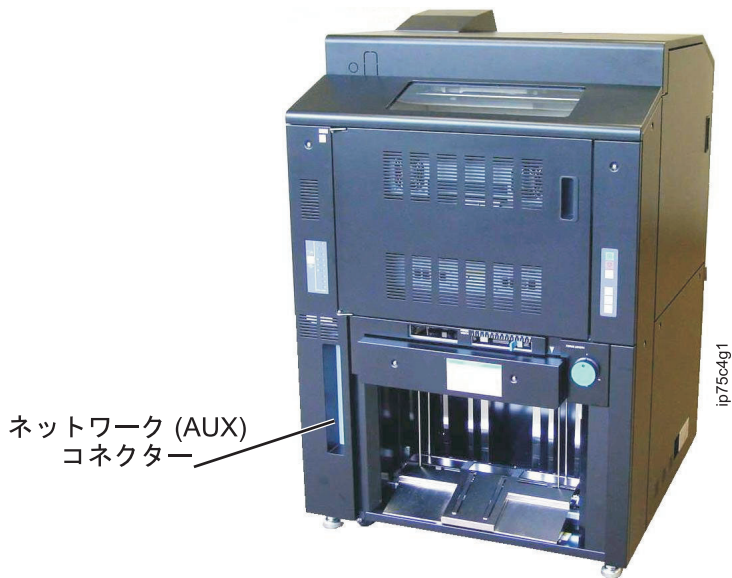

図6. ネットワーク・コネクターの場所
プリンターのネットワークへの接続には、10 BASE-T の場合はカテゴリ 3 以上の対より線 (シールドなし) (UTP) ケーブルを、100 BASE-TX の場合はカテゴリ 5 以上のケーブルを、1000 BASE-T の場合はカテゴリ 5e 以上のケーブルを使用します。48 ページの図 6 に、プリンターの背面にあるネットワーク・コネクター (10/100/1000B-T コネクター) の場所を示します。
1. 電源オンしてネットワーク設定を構成する前に、イーサネット・ケーブルを図6に示したネットワーク・コネクターに接続します。プリンターがすでに電源オンされている場合は、電源をオフにし、コネクターを接続してから、電源をオンにします。